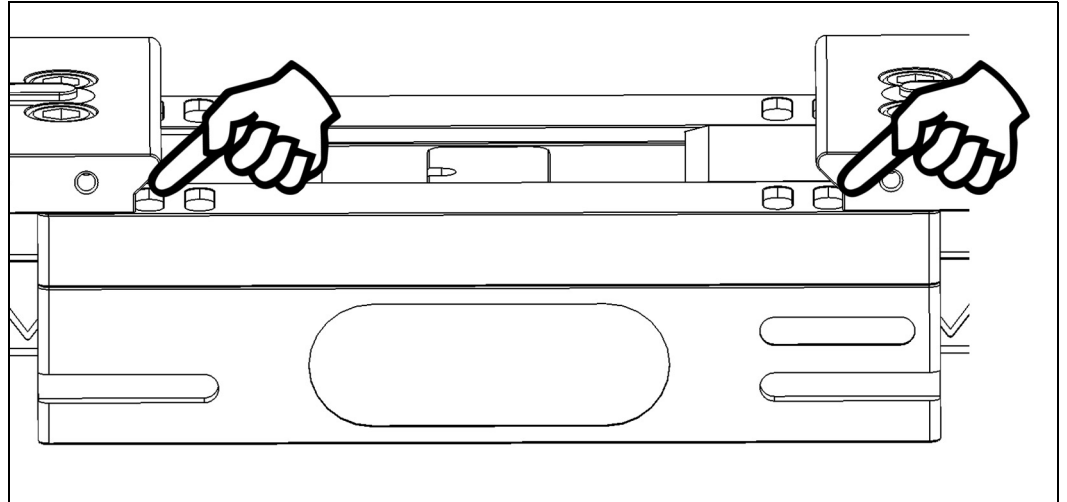

Abb. 15 Prüfen der Mittigkeit (Symmetriepfung) der Schieber zueinander
- Die Schieber ein wenig einfahren und kontrollieren ob die Mittigkeit gegeben ist. Die Mittigkeit ist gegeben, wenn die untere Kante der Grundbacken links und rechts gleichzeitig mit den Passfedernuten übereinstimmen (s. Abb. 15).